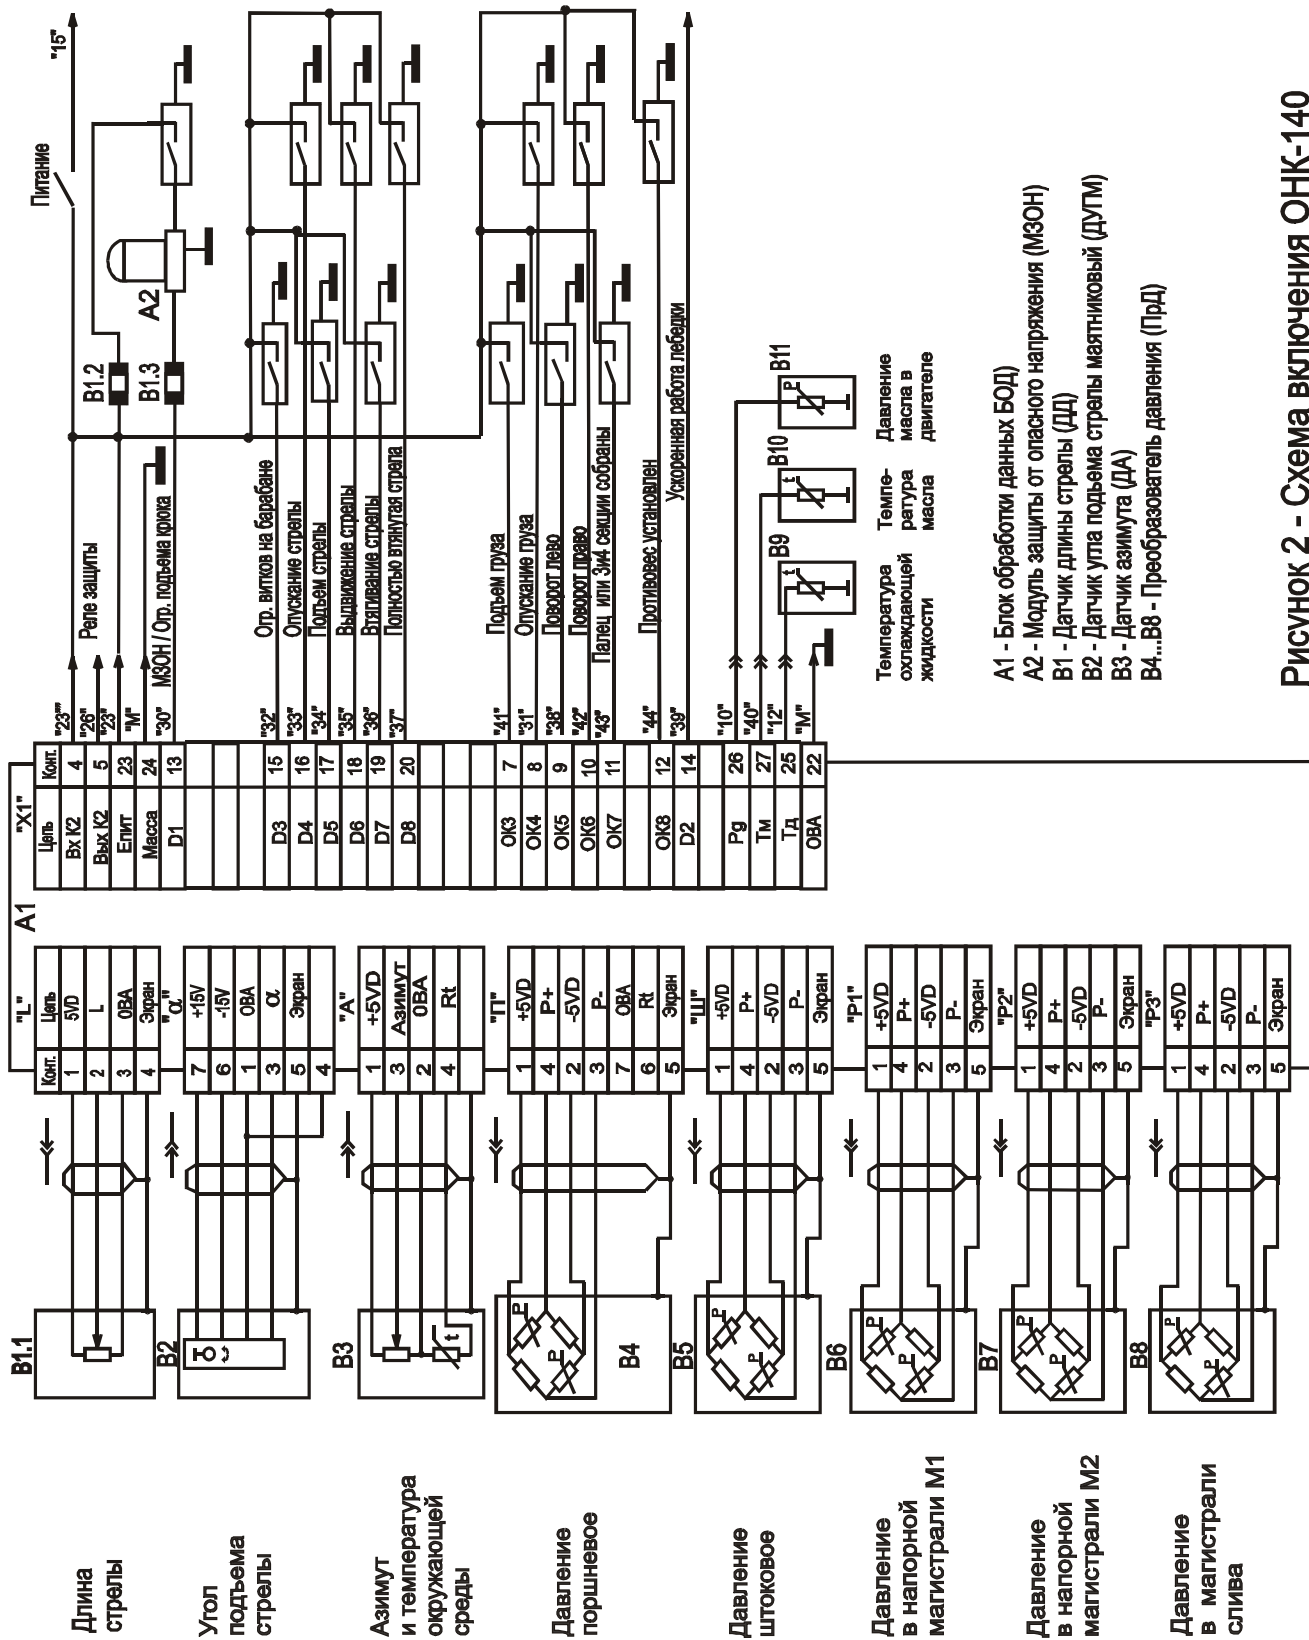

Рисунок 2 - Схема включения ОНК-140
1.4.2 ОНК подключается к системе управления крана (см. рисунок 2) посредством разъемов: через разъем Х1 БОДа проходят цепи управления исполнительными механизмами, цепи питания изделия, сигналы с концевых выключателей, связанных с ручками управления крана; датчики подключаются к прибору через индивидуальные разъемы.